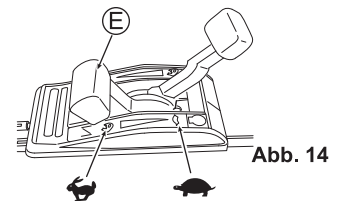

Abb. 14
- Vergewissern Sie sich, dass niemand hinter Ihnen steht, wenn Sie am Startergriff (V) ziehen.
- Umfassen Sie den Startergriff (V) mit festem Griff, wenn Sie daran ziehen.
- Lassen Sie den Startergriff (V) langsam zurück in die Ausgangsposition.
5. Lassen Sie den Motor etwas warmlaufen, bevor Sie die Maschine verwenden. Nach dem Warmlaufen des Motors können Sie mit dem Mähen beginnen, indem Sie den Gashebel (E) auf "II" stellen. (Siehe Abb. 14)